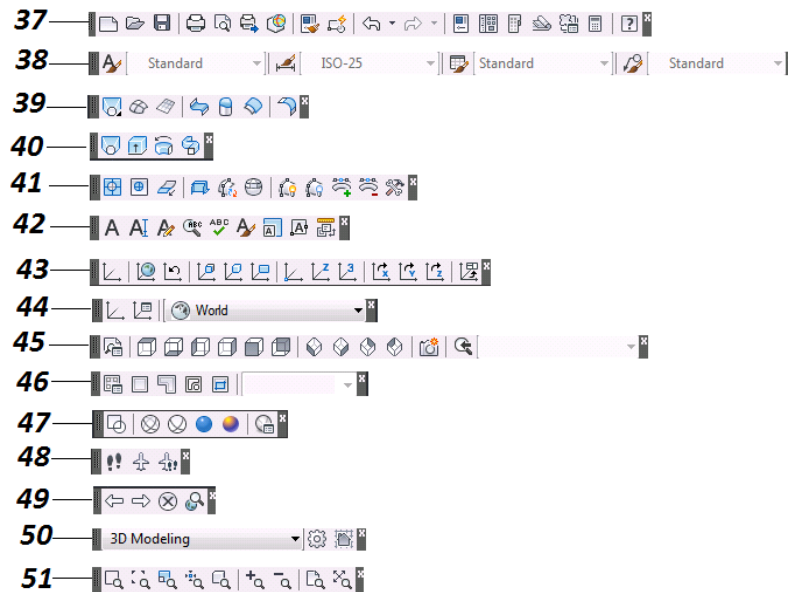

Figura 2.10 Barras de Herramientas
- 37. **Anotación Estándar [Standar Annotation]:** Similar a la Barra Normal, solo que esta no incluye el zoom y la pan (*figura 2.10*).
- 38. Estilos [Style]:** Para definir los estilos de Textos, de cotas, etc. (*figura 2.10*).
- 39. Creación de Superficies [Surface Creation]:** Sirve para crear Superficies como los son barrido, paralela a la superficie (*figura 2.10*).
- 40. Creación de Superficies II [Surface Creation II]:** Para crear superficies solidas por medio de Barrido, Revolución, etc (*figura 2.10*).
- 41. Edición de Superficies [Surface Editing]:** Para editar las superficies: cortar cara, extender cara (*figura 2.10*).
- 42. Texto [Text]:** Con este definimos los estilos de letra (*figura 2.10*).|
- 43. SCP [UCS]:** Para definirlos planos de trabajo en tres dimensiones [3D] (*figura 2.10*).
- 44. SCP II [UCS II]:** Para almacenar y seleccionar el UCS de trabajo (*figura 2.10*).
- 45. Vista [View]:** Para definir los puntos de vista con respecto a los dibujos en 3D (*figura 2.10*).
- 46. Ventanas Graficas [Viewports]:** Para crear y editar ventanas dentro de las presentaciones (*figura 2.10*).
- 47. Estilos Visuales [Visual Style]:** Para definir las visualizaciones del dibujo en tiempo real (*figura 2.10*).
- 48. Caminar y Volar [Walk and Fly]:** Para moverse a través del proyecto en forma de pasos o vuelo (*figura 2.10*).
- 49. Web [Web]:** Sirve para navegar en páginas Web (*figura 2.10*).
- 50. Espacio de Trabajo [worspace]:** Para almacenar y cambiar entre espacios de trabajo (*figura 2.10*).
- 51. Zoom [Zoom]:** Sirve para visualizar el proyecto a diferentes distancias (*figura 2.10*).